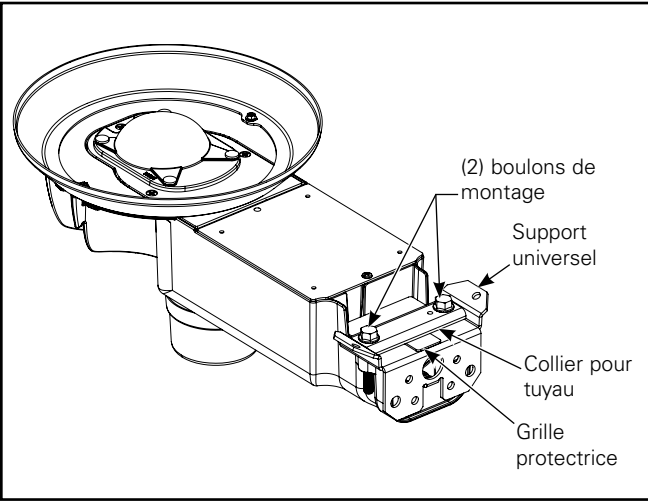

Figure 1.
1. Utilisez la clé à douille de 12,7 mm (1/2 po) pour retirer le support de montage mural ou sur poteau du luminaire et conservez les deux (2) boulons de montage du luminaire et la grille protectrice. Jetez le support du collier pour tuyau. (Figure 1.)
- 1. Utilisez la clé à douille de 12,7 mm (1/2 po) pour retirer le collier pour tuyau du support du luminaire et conservez les deux (2) boulons de montage. Jetez le support de montage mural/poteau et la grille protectrice. (Figure 1.)